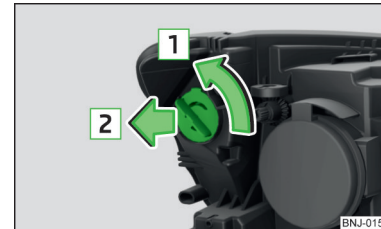

Abb. 298
- › Die Fassung mit der Glühlampe in Pfeilrichtung **1** drehen » Abb. 298.